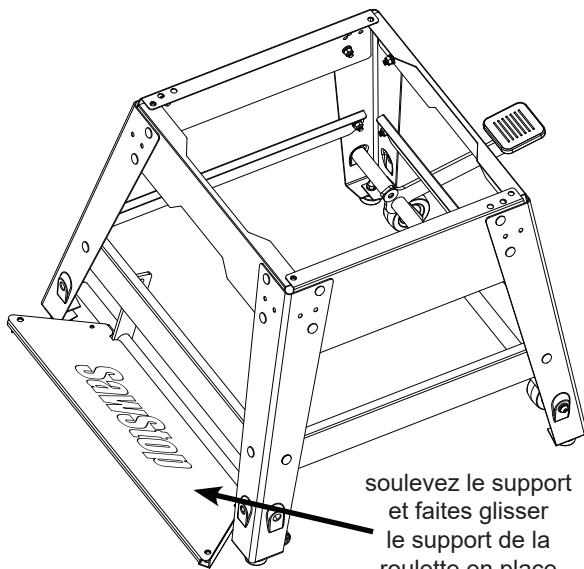
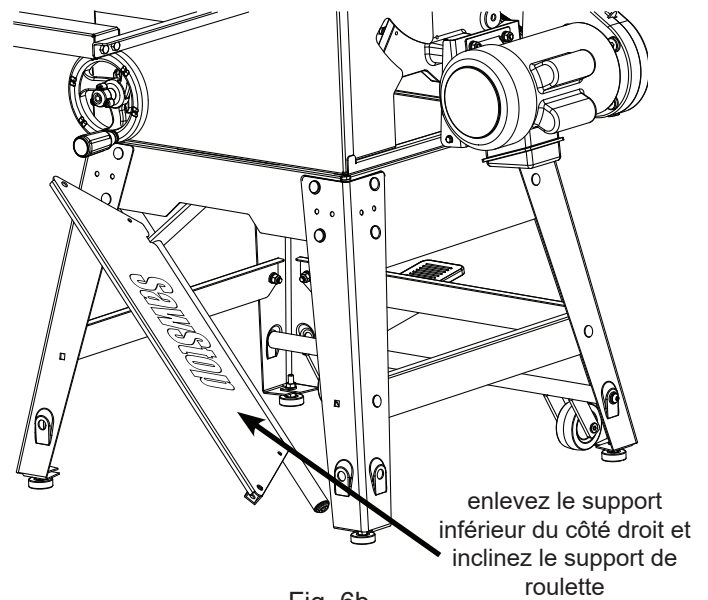

Fig. 6a
Fig. 6b
6. Le support de la roulette doit être placé à l'intérieur du support. Si votre banc de scie n'a pas encore de support, soulevez le côté droit du support à quelques centimètres du sol et faites glisser le support de la roulette en position entre les deux pieds droits, comme illustré à la fig. 6a. Assurez-vous que le logo SawStop sur la plaque de support est orienté vers le haut et que le levier de liaison est à l'intérieur du support. Si votre banc de scie est déjà monté sur le support, vous pouvez retirer le support inférieur situé à droite du support et incliner le support de la roulette comme indiqué sur la fig. 6b. Une fois le support de roulette en place,